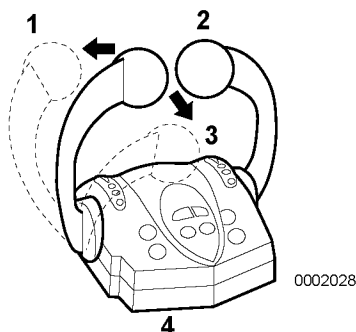

Figura 10
Utilice el mando de control de dos palancas (Figura 10, (4)) en el puesto de gobierno para marcha adelante (Figura 10, (1)), marcha atrás (Figura 10, (3)), punto muerto (Figura 10, (2)) y control de velocidad en una instalación con dos motores.